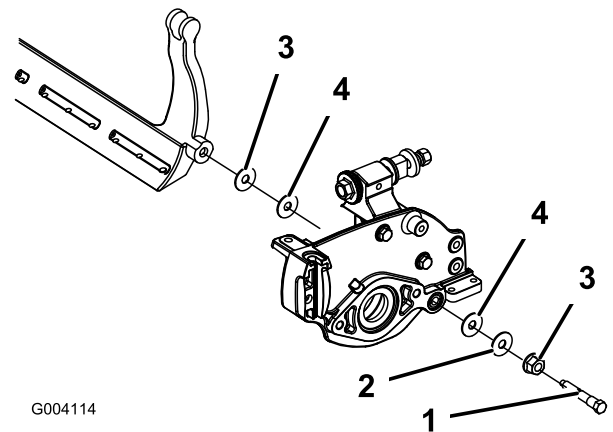

Figura 59
4. Retire cada perno, para poder tirar de la barra hacia abajo y retirarla de la máquina. Guarde las 2 arandelas de nylon y las 2 arandelas de acero troquelado de cada extremo de la barra de asiento (Figura 59).